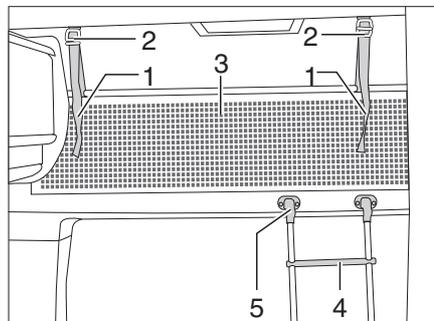

Bild 109 Alkovenbett
Zum Besteigen des Alkovenbetts die serienmäßig beigelegte Aufstiegsleiter (Bild 109,4) benutzen.
- Die Leiter mit den Holmen in die Halterung (Bild 109,5) an der Alkovenblende einhängen.
Das Sicherungsnetz (Bild 109,3) ist serienmäßig zwischen Matratze und Lattenrost verstaut. Das Sicherungsnetz erst aufspannen, wenn sich die Personen bereits im Alkoven befinden.
- Die Haltebänder (Bild 109,1) in die Halterungen an der Decke (Bild 109,2) einrasten.